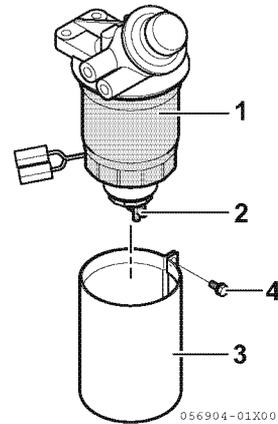

Abbildung 11
4. Die Ablass-Schraube (**Abbildung 11, (2)**) am Boden des Kraftstofffilters / Wasserabscheiders entgegen dem Uhrzeigersinn lockern und das gesamte Wasser und die Ablagerungen ablassen.